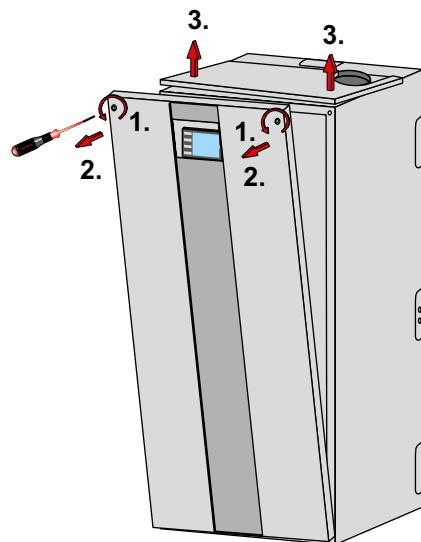

Abb. 5.2 Verkleidung demontieren
- Verkleidung demontieren („Abb. 5.2 Verkleidung demontieren“).